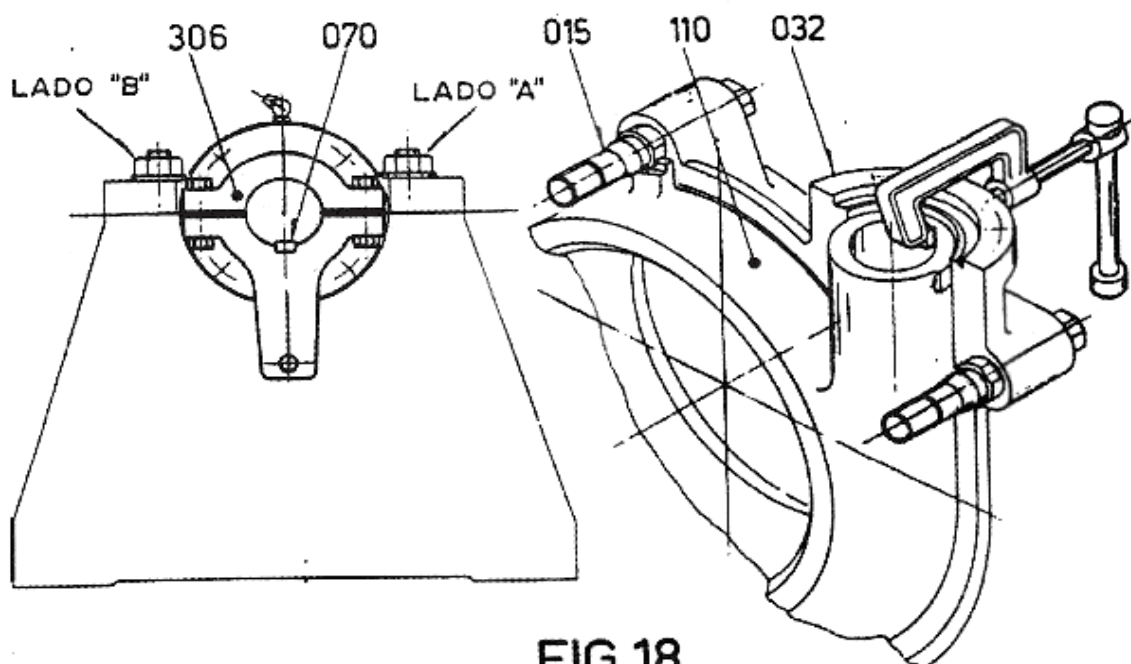

FIG. 18
a)Nestas bombas o revestimento da sucção é uma parte integral do revestimento voluta (110). Levante o revestimento voluta sobre o rotor e empurre de volta para dentro do corpo traseiro de forma que o cônico do revestimento interno traseiro engate o cônico correspondente no revestimento voluta. Verifique que a vedação do revestimento não se tenha deslocado. Para manter o revestimento voluta temporariamente nesta posição, use um “fixador tipo c”, para fixar o bocal de descarga do revestimento voluta à meia flange do corpo traseiro (vide fig. 18).